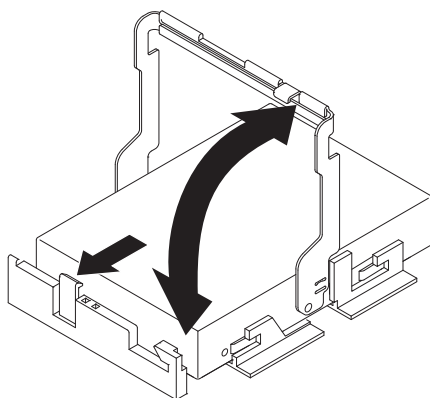

図 73. ドライブ・ハンドルの引き上げ
a. 図 73 のように、ドライブ・ハンドルを垂直位置に引き上げます。